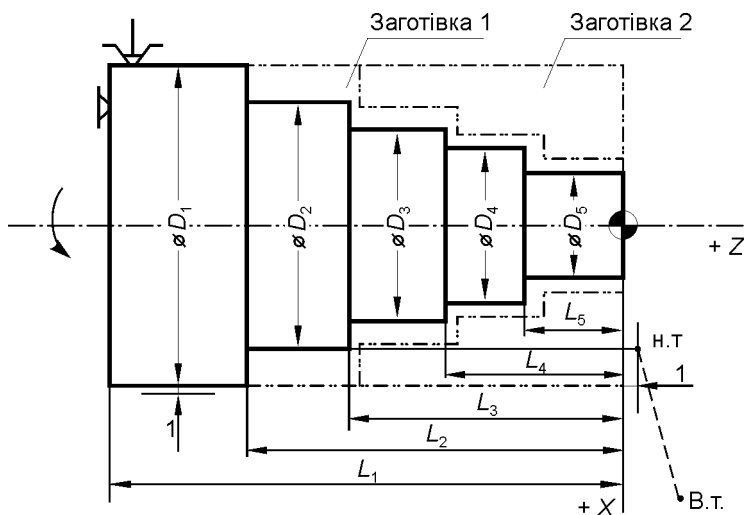

Рисунок 1 – Ескіз деталі до контрольного завдання програмування лінійних зміщень
6. Скласти КП чорнової одноінструментальної обробки валика на рис.1 (заготівка – пруток) для зазначеного викладачем варіанта завдання з табл.5 в абсолютній системі координат та скласти КП чистової обробки (заготівка – поковка) у відносній системі координат.